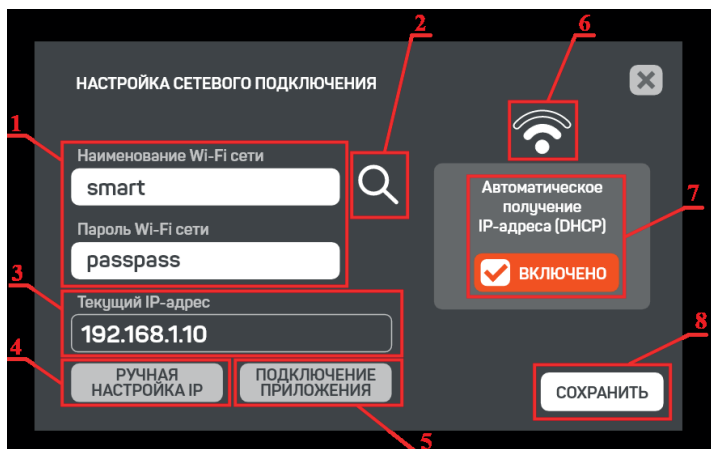

Рисунок 22 – Окно «Настройки сетевого подключения»
При нажатии на кнопку «Настройки Wi-Fi» появляется всплывающее окно «Настройка сетевого подключения» (Рисунок 22).
При нажатии на имя найденной Wi-Fi сети происходит переключение на окно «Настройки сетевого подключения» (Рисунок 22) с подстановкой выбранной Wi-Fi сети в поле ввода имени.
При нажатии на кнопку (5) в Окне «Настройки сетевого подключения» (Рисунок 22) будет